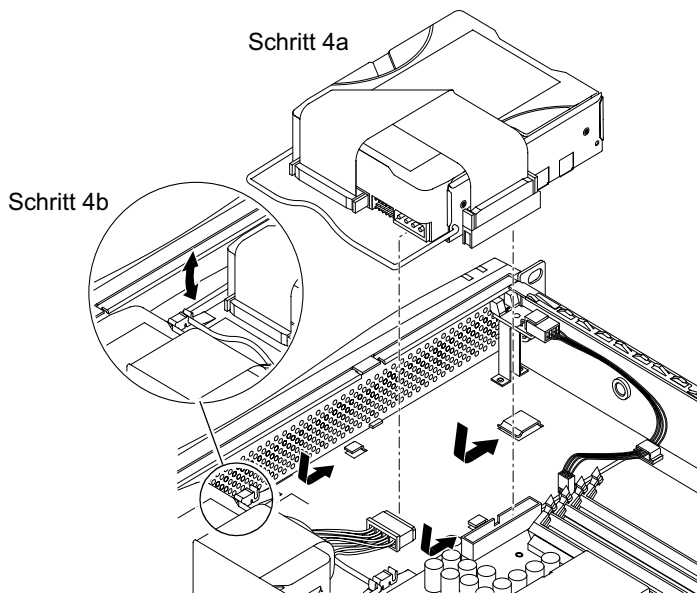

ABBILDUNG 8-9 Installieren einer Festplatte
4. Legen Sie die neue Festplatte ein, und richten Sie sie aus (siehe ABBILDUNG 8-9).